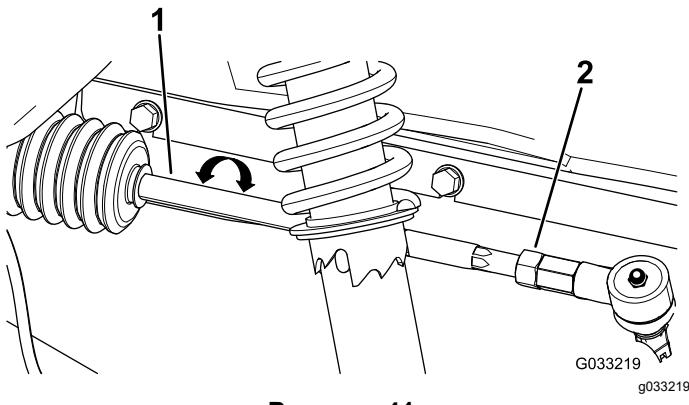

Рисунок 41
- Если измеренное значение выходит за пределы 0–6 мм, ослабьте контргайки с обоих концов тяг (Рисунок 41).